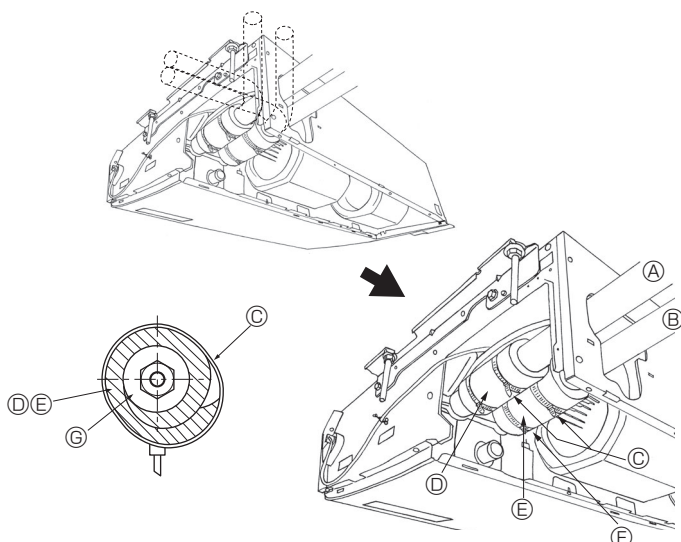

Fig. 4-3
4.3. Binnenapparaat (Fig. 4-3)